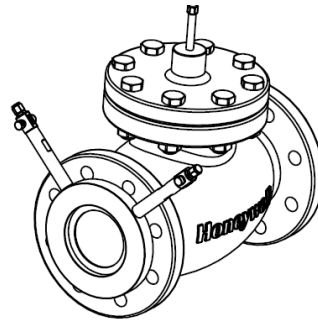

图3 采样直管及排气阀安装
1. 安装完调节阀和前置感应器后，可以进行采样直管和专用排气阀的安装（此部件也在超级电动执行器组件的包装内），如图3所示；